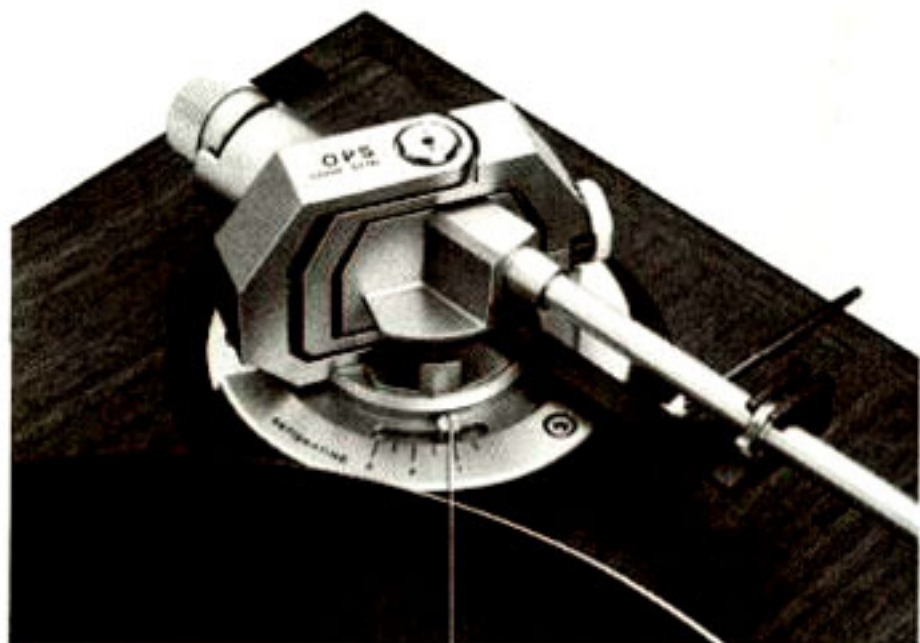

Fig. 3
1. Antiskatingeinrichtung **7** entgegen dem Uhrzeigersinn drehen (Fig. 3).